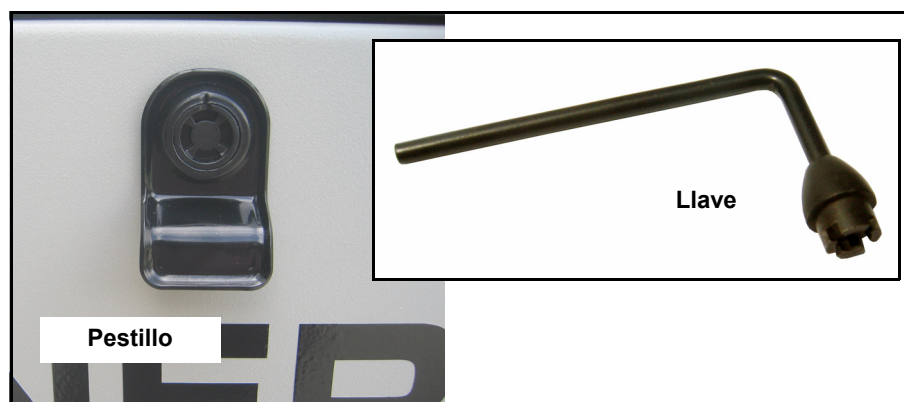

Figura 5-5. Llave de panel de acceso
1. Inserte la llave en el pestillo y gire en sentido antihorario 1/2 vuelta. Vea la Figura 5-5.